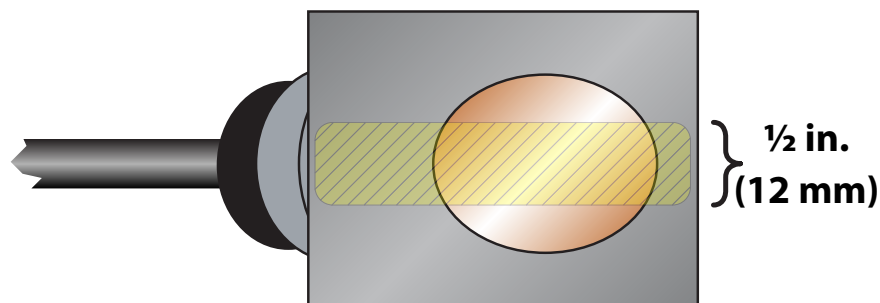

ABBILDUNG 2.4 – AUFTRAGEN VON KOPPELMITTEL
Tragen Sie bei DTTN-, D TTL- und D TTH-Messaufnehmern einen Tropfen Koppelmittel (etwa 12 mm dick) auf die ebene Oberfläche des Messaufnehmers auf. Siehe **Abbildung 2.4**.
- 5) Tragen Sie bei DTTN-, DTTL- und DTTH-Messaufnehmern einen Tropfen Koppelmittel (etwa 12 mm dick) auf die ebene Oberfläche des Messaufnehmers auf. Siehe **Abbildung 2.4**. Im Allge-
- 4) Tragen Sie einen Tropfen Koppelmittel (etwa 12 mm dick) auf die ebene Oberfläche des Messauf- nehmers auf. Siehe **Abbildung 2.4**.